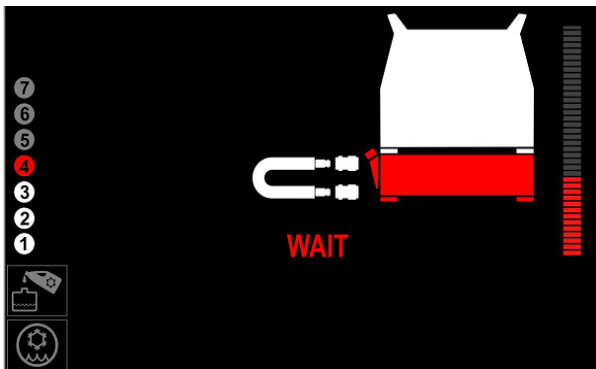

Рисунок 17
- Дождитесь, пока жидкость не пройдет полный контур системы охлаждения и не вернется в резервуар (рисунок 17 или 25).